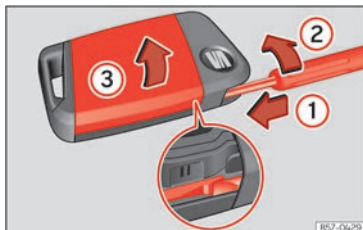

Abb. 46 Fahrzeugschlüssel: Deckel des Batteriefachs öffnen.
- Führen Sie einen Schlitzschraubendreher durch die äußere Führung des Notschlüssels in den Fahrzeugschlüssel ein, ca. 1 cm in Pfeilrichtung >>> **[Abb. 46] ①**.
- Drehen Sie den Schraubendreher im Uhrzeigersinn, bis sich die Abdeckung öffnet >>> **[Abb. 46] ②**.
- Bewegen Sie die Abdeckung in Pfeilrichtung >>> **[Abb. 46] ③** und nehmen Sie sie ab >>> ①.